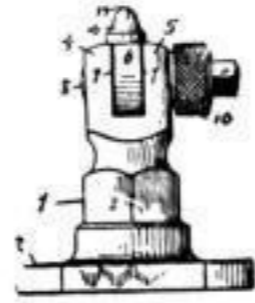

Abb. 3
Halter für Abdrehdiamanten (Abb. 3). Der Abdrehdiamant (17), zum Abdrehen von Schmirgelschleifscheiben bestimmt, ist in dem Kopf (16) befestigt, welcher mittels einer runden Scheibe (6) zwischen den Backen (7) in beliebiger Stellung festgeklemmt werden kann, um auf diese Weise den Diamanten in eine Stellung bringen zu können, in der er gut angreift. Der Fuß des Apparates kann an dem Support einer Drehbank angeschraubt werden.